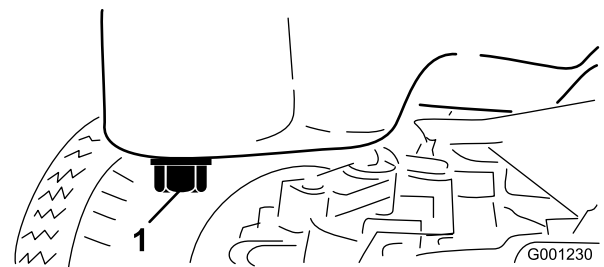

Figura 52
3. Coloque un recipiente debajo del capó, alineado con el tapón de vaciado (Figura 52).